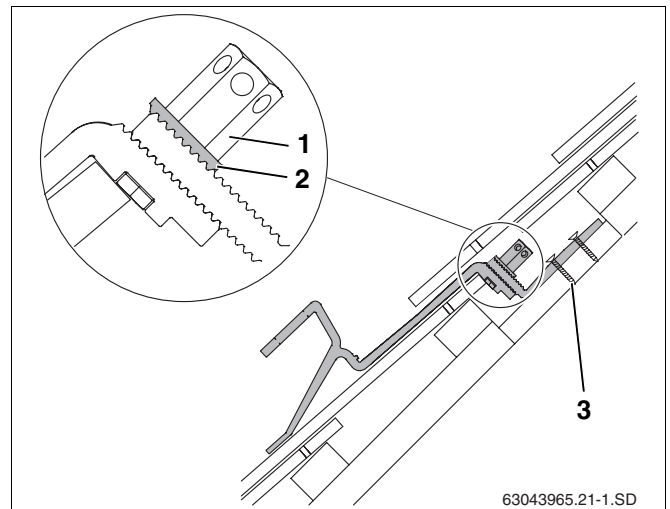

Рис. 19 Установленный кровельный крюк – показан в разрезе с укороченной нижней частью кровельного крюка
Зубчатая подкладная шайба (рис. 19, поз. 2) должна войти в зацепление с нижней частью кровельного крюка.
- Затянуть гайки (рис. 19, поз. 1). Для этого вставить ключ SW5 в отверстие гайки и повернуть его.
- Нижнюю часть кровельного крюка прикрепить к стропилам или доскам/брусу минимум в первом (рис. 19, поз. 3) и втором отверстия соответствующими шурупами.